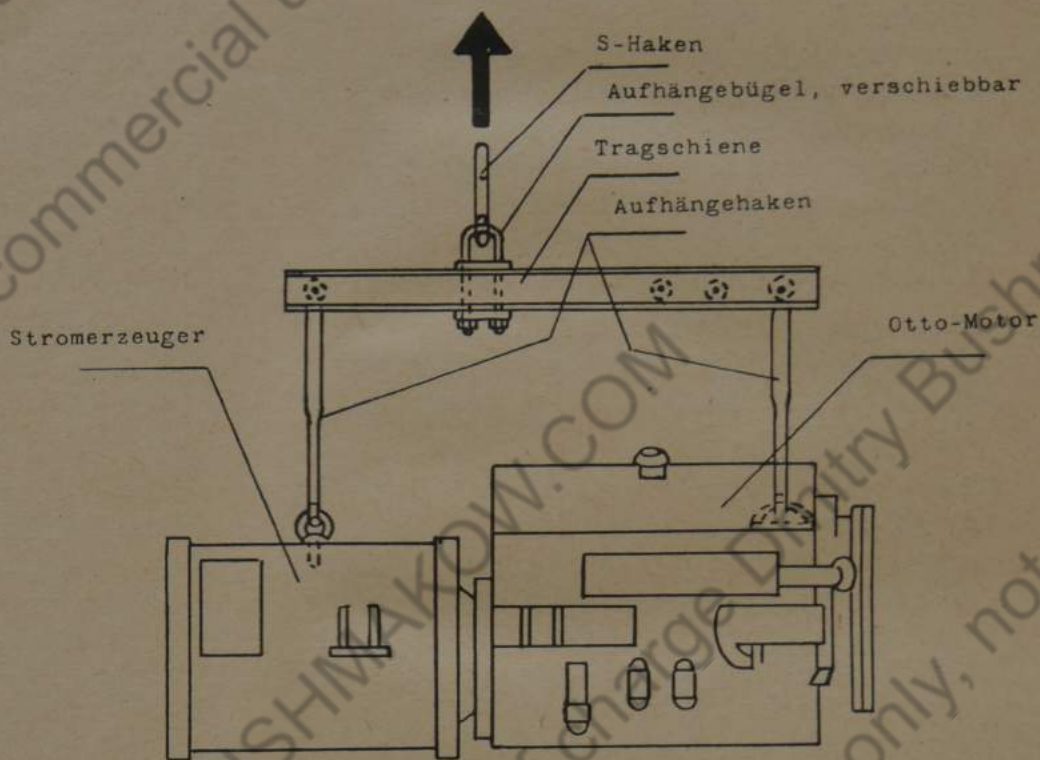

Bild 82 Aufhängevorrichtung für E-Motoren
5. Einschrauben der Ringösen und Befestigen der Aufhängevorrichtung, Bild 82.